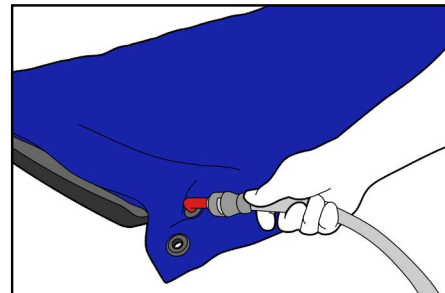

Рис. 7
1. Подсоедините вакуумный шланг к клапану. Слышимый «щелчок» подтвердит правильность подсоединения и надлежащее совмещение шланга и клапана (рис. 7).